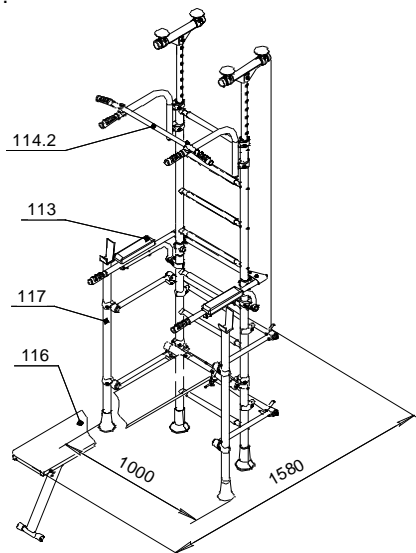

Рис.7
3.6 На КОМПЛЕКС ДСКМ-2-8.ХХ.Г2.410(490).01-УУ установить раму подвижную поз.114.2 и брусья откидные поз.113 по соответствующим паспортам. Общие виды базовых моделей КОМПЛЕКСОВ ДСКМ-2-8.ХХ.Г2.4109490.01-УУ и ДСКМ-2-8.ХХ.Г2.490.01-УУ (комплектации -01 и -02) показаны в таблице 2. Дополнительная комплектация -23 показана на рис.7.